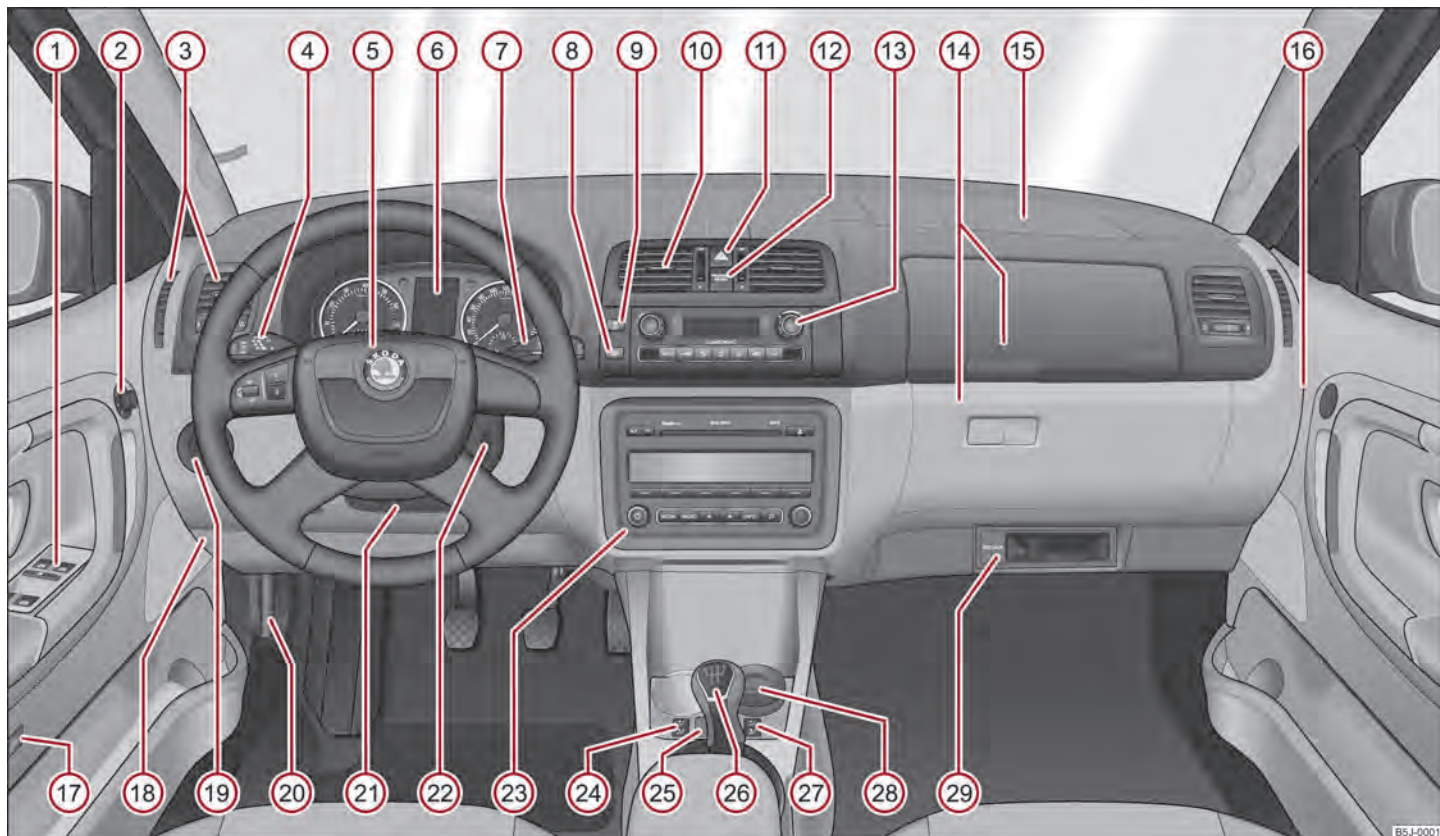

Fig.1 Plancia
- Sui veicoli con guida a destra la disposizione degli elementi di comando è in parte diversa da quella qui → fig. 1 raffigurata. I simboli corrispondono comunque ai singoli elementi di comando.